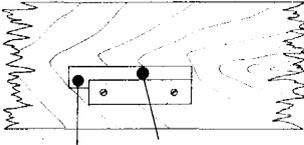

Abb. 2
7. Rührschieberzapfen (4/32) in Reinigungsstellung bringen (s. Abb. 2) und Rührschieber nach Hochdrücken in den Streukasten herausnehmen!